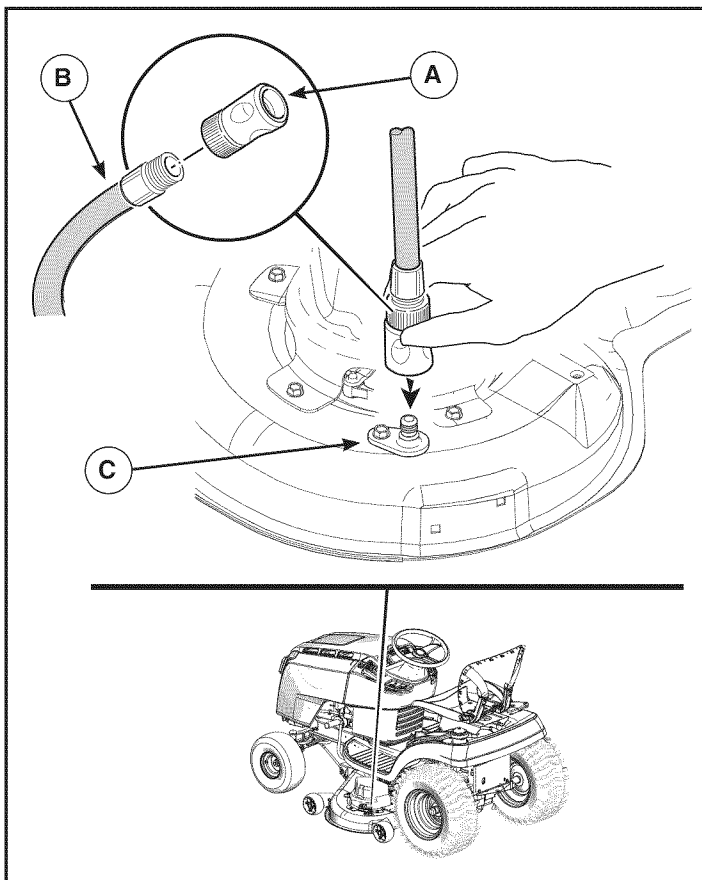

Figura 14
2. Ensamble el desconector rápido (A, Figura 14) a una manguera del jardín (B) y conéctelo al puerto de deslave (C) en la plataforma del cortacésped.